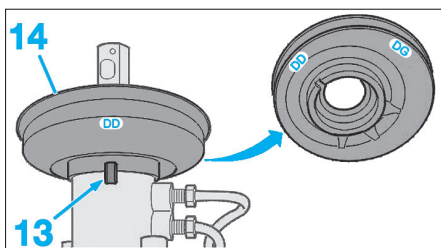

Fig. 22
- Contrôler le bon positionnement du joint (13) sur le bossage (14) par rapport au côté de conduite du véhicule (Fig.22).